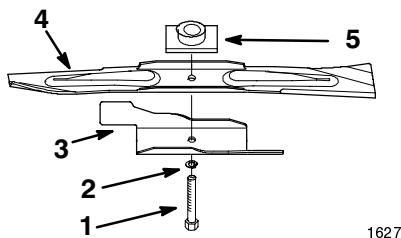

Figure 23
Note: Examinez et remplacez l'accélérateur s'il est usé, fissuré ou endommagé (Fig. 23).
2. Enlevez le boulon et la rondelle de blocage, l'accélérateur et la lame (Fig. 23).
- Placez la lame sur l'axe et le dispositif d'entraînement, les extrémités incurvées dirigées vers la tondeuse, et le dispositif d'entraînement logé dans le creux de la lame (Fig. 23).
- Montez l'accélérateur, la rondelle et le boulon de lame (Fig. 23).